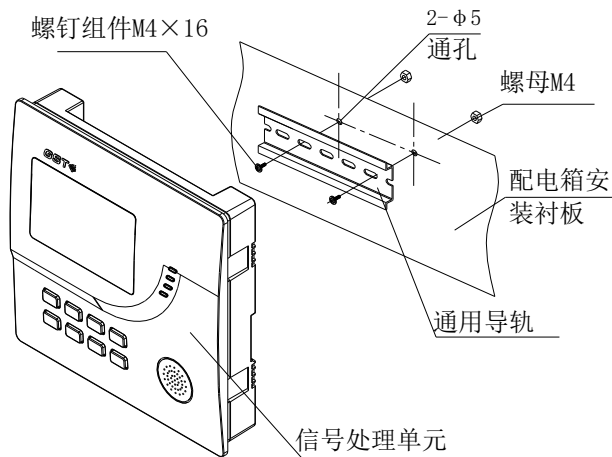

图 2.80 信号处理单元导轨安装图
11.4.1 信号处理单元的安装如图 2.80 和 2.81 所示